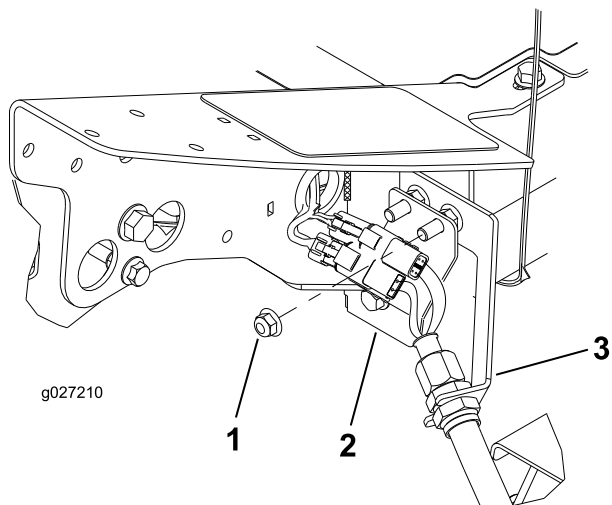

Figura 12
1. No canto frontal esquerdo da estrutura (ponto da unidade de corte n.º 4), retire a porca flangeada adicional do parafuso que prende o suporte do anteparo à máquina (Figura 12).
3. Insira a placa do conector nos parafusos de montagem do anteparo com os conectores posicionados como se mostra na Figura 12.